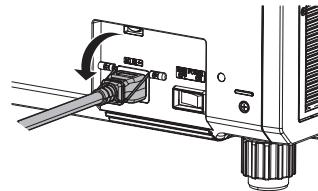

図3
- 3) 電源コードホルダーを下ろして電源コードにはめ込み、電源コードを固定する（図3）